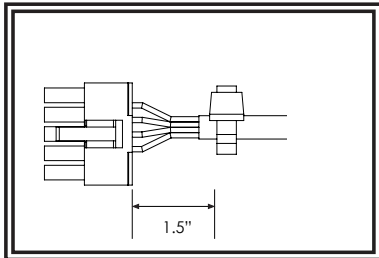

FIGURA 5
5. Coloque una abrazadera plástica de 1.5" (3.81 cm) desde la base de los conectores como se muestra en la Figura 5. La abrazadera plástica no debe poder deslizarse en el cable. Recorte el exceso de abrazadera.